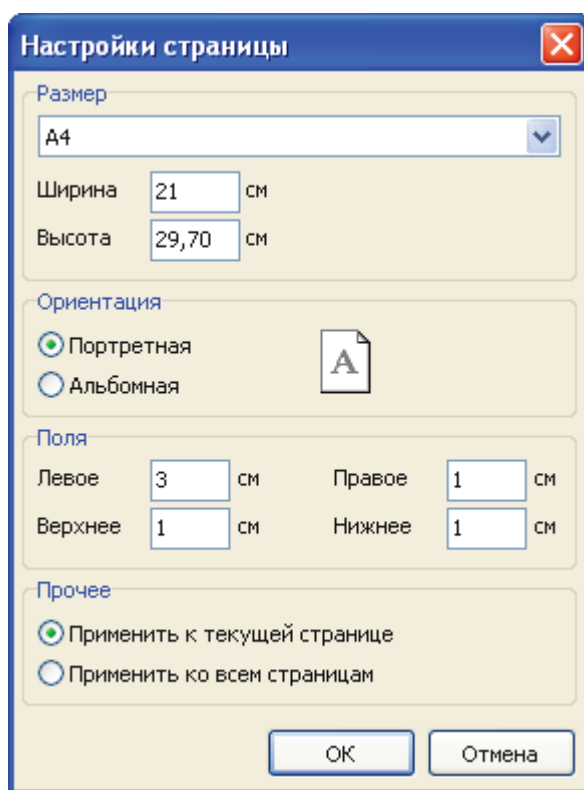

Рисунок 26 – Окно настройки страницы.
-  – кнопка «Свойства страницы». Открывает окно настройки страницы (Рисунок 26), с помощью которого можно задать основные свойства страницы для печати.